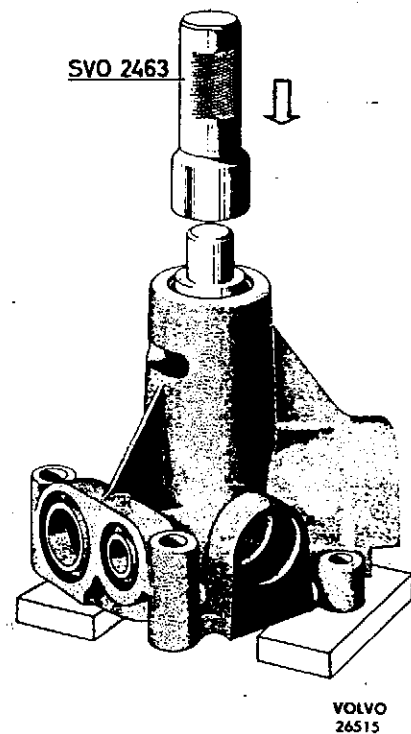

Abb. 78. Ausbau der Welle und des Flügelrades
3. Pumpe in einer Presse befestigen. Dorn SVO 2463 am Außenring des Lagers anbringen und die Welle, das Lager, und das Flügelrad herauspressen. Abbildung 78.
1. Die Welle und das Lager mit dem Dorn SVO 2463, ähnlich wie auf Abb. 78, in das Gehäuse herunterdrücken, und zwar so, daß der Sicherungsdraht in seine Nute hineinsteckt werden kann. Sicherungsdraht befestigen.